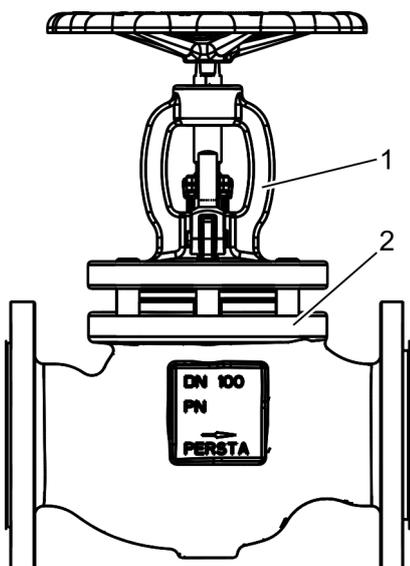

Fig. 34: Mise en place du chapeau en étrier
33. ▶ Placer le chapeau en étrier (Fig. 34/1) sur les goujons filetés du carter (Fig. 34/2).